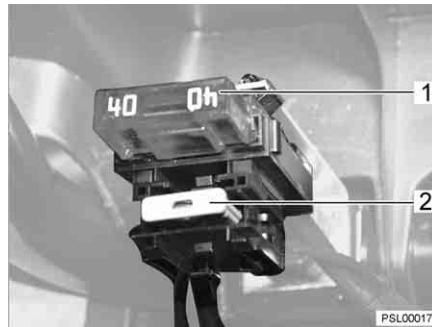

Fig. 38 Fusibles de la batterie de cellule
- Type de fusible (Fig. 38,1) : fusible plat Jumbo 40 A/orange
- Type de fusible (Fig. 38,2) : fusible plat 2 A/gris pour le capteur de batterie chargeur